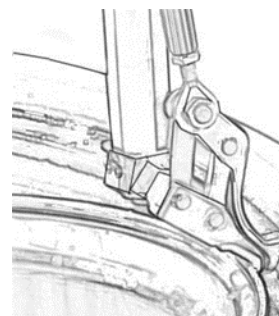

Bild 22
- a) Använd knappventilen för att sätta monteringshuvudet utan däckjärm på fälgens kant (**Bild 22**). Sätt däckets på fälgen i en lutande position så, att andra kanten av den nedre klinchen ligger på bakre delen av monteringshuvudet och den andra kanten under främre delen av monteringshuvudet. Tryck på däckets på hand eller med däckviktsrullarna och vänd monteringsbordet för att montera den nedre klinchen.